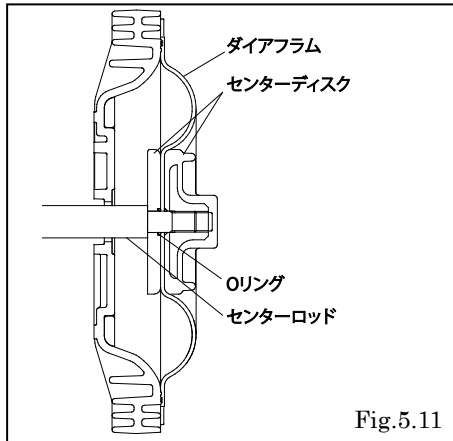

Fig.5.11
- ・ダイアフラムは凸側を外側に取り付ける。[Fig.5.11]